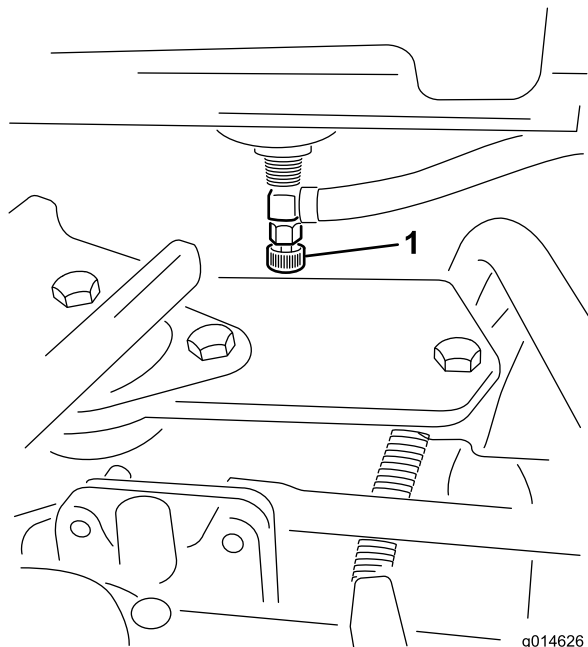

Figura 47
1. Feche a válvula de corte de combustível (Figura 47) por baixo do depósito de combustível.